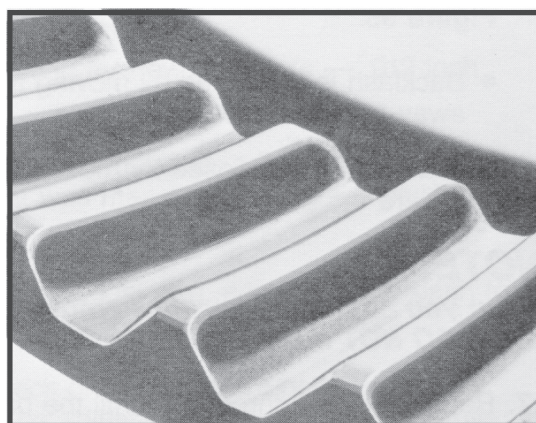

Figura 98
- Con la aplicación de carga en el vehículo, este contacto prácticamente cubrirá todo el largo del diente, aproximándose de la punta del mismo (figura 98).